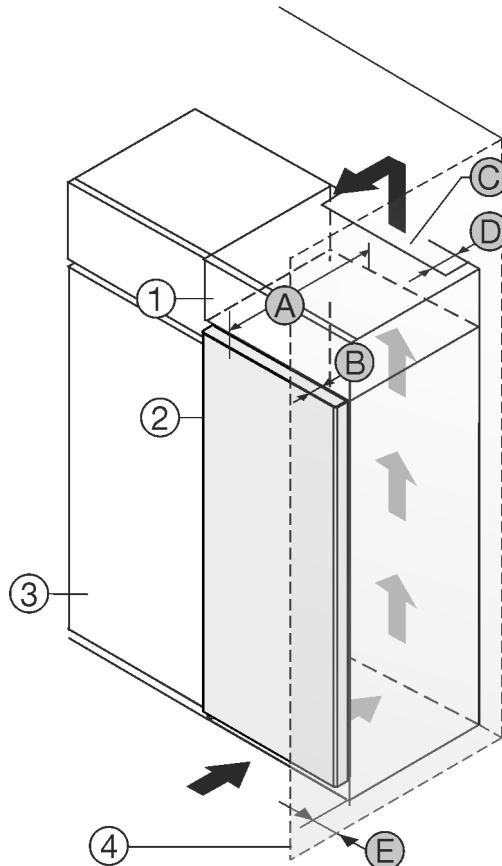

Fig. 1
Ju mund ta instaloni pajisjen direkt ngjitur me dollapin e kuzhinës Fig. 1 (3).*
Në faqen e pasme të dollapit së montimit duhet të ketë një hapësirë ajrimi me thellësi Fig. 1 (D) në të gjithë gjërësinë e dollapit të montimit.*
Nën mbulesën e hapësirës duhet respektuar seksioni tërthor i qarkullimit të ajrit Fig. 1 (C).*
Nëse instaloni pajisjen me mentesha pranë një muri Fig. 1 (4), atëherë duhet që distanca midis pajisjes dhe murit të jetë të paktën 13 mm.*
Në mënyrë që dera të mund të hapet plotësisht, duhet që pajisja të dalë jashtë përparrë kanatit të dollapit të kuzhinës sa thellësia e derës Fig. 1 (B). Në varësi nga thellësia e dollapëve të kuzhinës Fig. 1 (3) dhe përdorimi i ruajtësve të distancës nga muri, pajisja mund të dalë më shumë përparrë dollapit.*